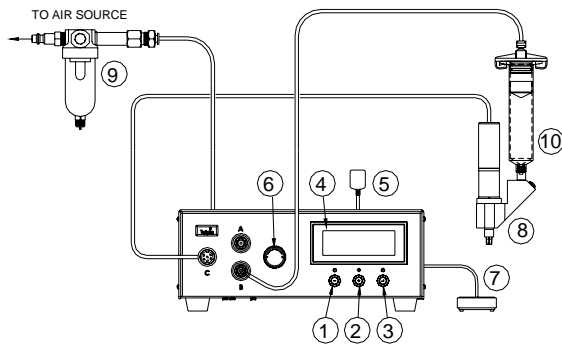

Figura 6.0
5.3.1 Conexión de la unidad: (Consulte la Figura 6.0 para obtener detalles)
2. Mantenga presionado el botón de ajuste (3) durante dos segundos para ingresar en la pantalla de configuración.
3. Presione los botones (+) y (-) simultáneamente, el punto de ajuste de baja presión aparecerá en la pantalla, como se muestra en la Figura 6.0.
4. Presione el botón de ajuste (3) y el botón (+) simultáneamente para aumentar el punto de ajuste.
5. Presione el botón de ajuste (3) y el botón (-) simultáneamente para reducir el punto de ajuste.
6. Mantenga presionado el botón de ajuste (3) durante dos segundos para guardar los datos.